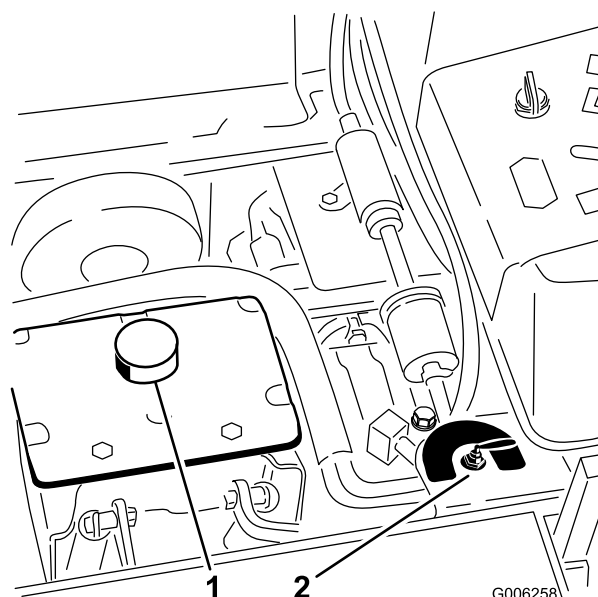

Figura 6
La válvula selectora de combustible está situada debajo del lado izquierdo del asiento (Figura 6).
La unidad tiene dos depósitos de combustible. Un depósito está en el lado izquierdo y el otro está en el lado derecho. Cada depósito está conectado a la válvula selectora de combustible. Desde allí, un tubo de combustible común va al motor (Figura 6).
Para utilizar el depósito de combustible del lado izquierdo, gire la válvula selectora de combustible a la posición de la izquierda (LH). Para utilizar el depósito de combustible del lado derecho, gire la válvula selectora de combustible a la posición de la derecha (RH) (Figura 6)..